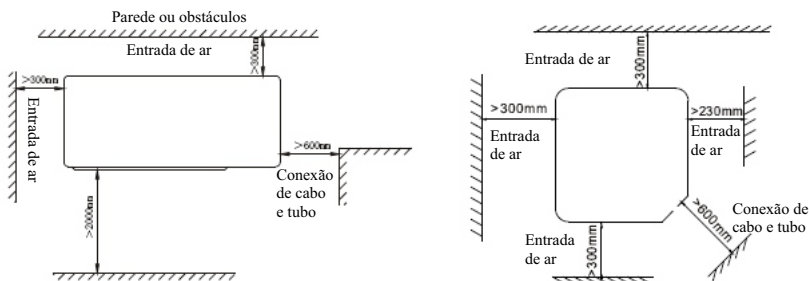

Fig 1
- 9) Deixe espaço suficiente para instalação ou manutenção, seguindo a Fig 1.